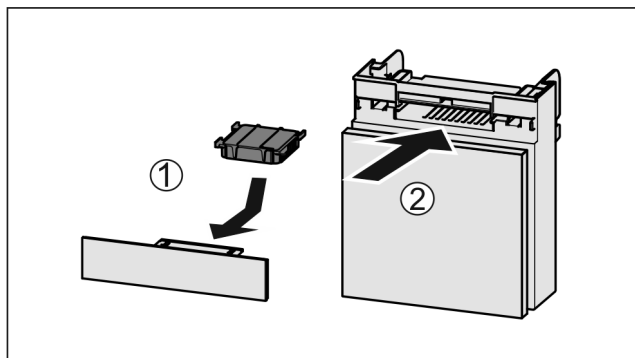

Fig. 124
- Inserire il vano Fig. 124 (2).